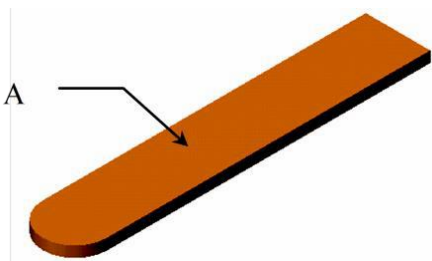

Рис. 4.3. Выбор плоскости
1. Выбрать плоскость А (рис. 4.3).